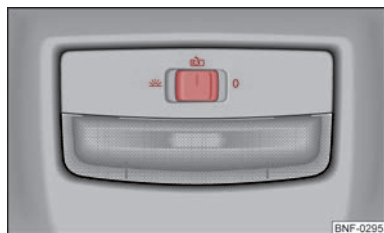

Bild 25 Innerbelysning - variant 1
- Tryck omkopplaren till läge  → bild 25.